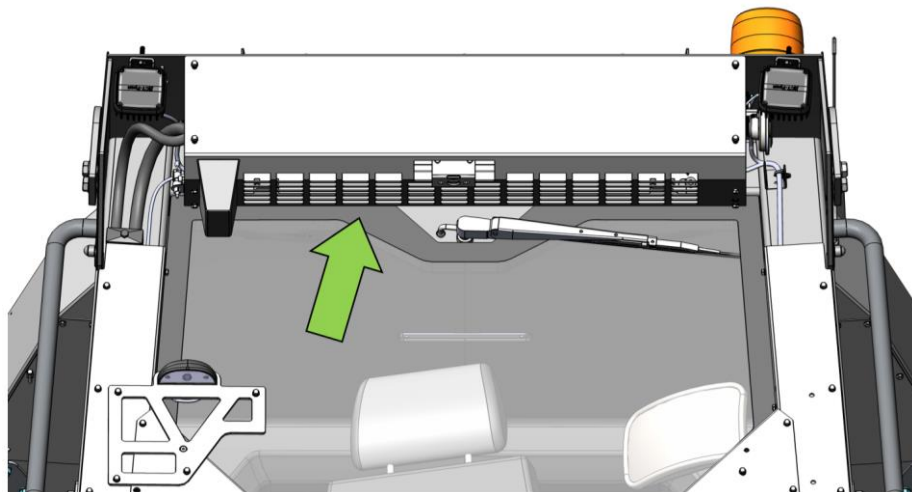

Рисунок 5.66. Конденсор системы кондиционирования воздуха
- ▶ Осмотрите конденсор на наличие загрязнений, см. рис. 5.66.
- ▶ При обнаружении загрязнений очистите конденсор сжатым воздухом в направлении стрелки снизу вверх, см. рис. 5.66.